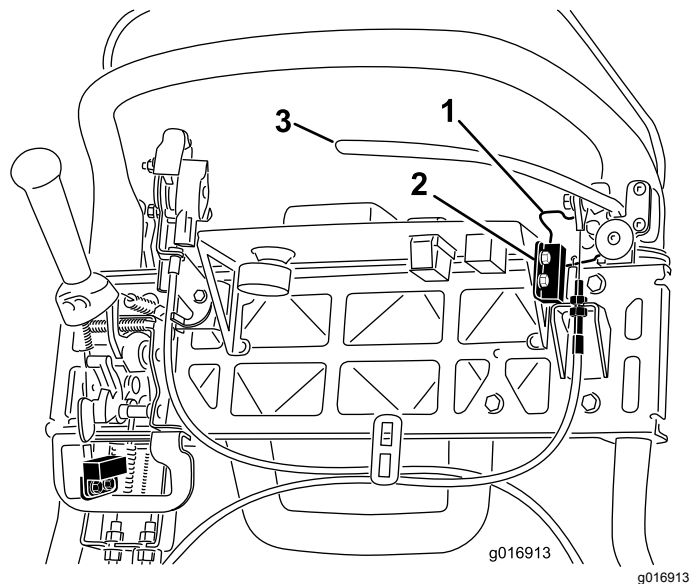

図 45
4. インタロックスイッチを固定しているねじをゆるめて外す 図 45。
5. 駐車ブレーキのラッチとインタロックスイッチとの間に厚さ 1.6 mm のシムをはさむ 図 45。
4. ケーブルの張りを強くするには、上側ケーブルのジャムナットをゆるめて、下側ケーブルのジャムナット 図 45 を締め、156N15.8kg の力で駐車ブレーキのラッチが解除されるように調整する